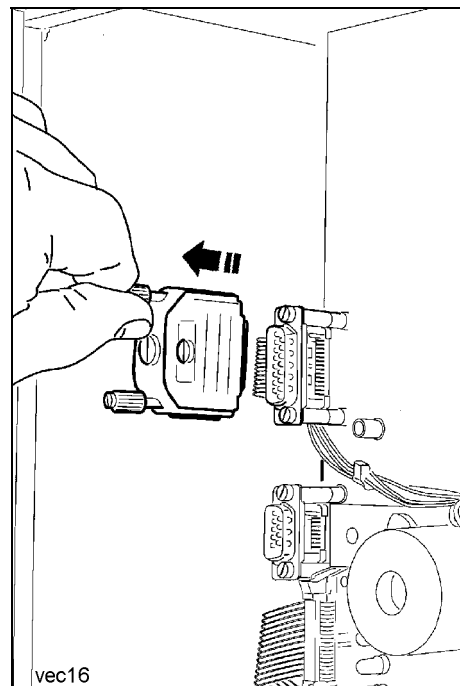

Fig. 4
- Quitar ahora la llave electrónica de programación (Fig. 4) y arrancar de nuevo el mando.